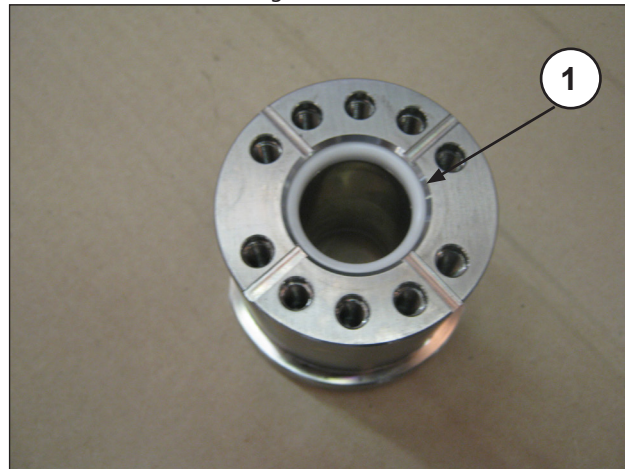

Abb. 55
- Setzen Sie die Dichtung in die Buchse ein (Pos. ①, Abb. 55).